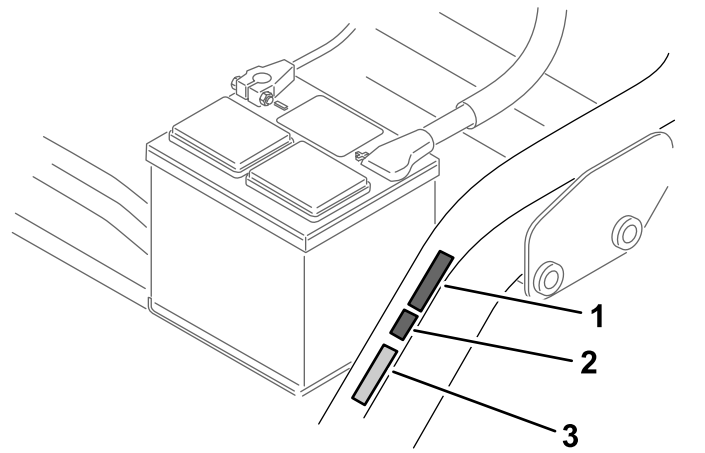

Figura 14
- Coloque o autocolante de conformidade CE junto da placa do número de série (Figura 14).
- Coloque o autocolante CE do ano de fabrico junto do autocolante de conformidade CE (Figura 14).